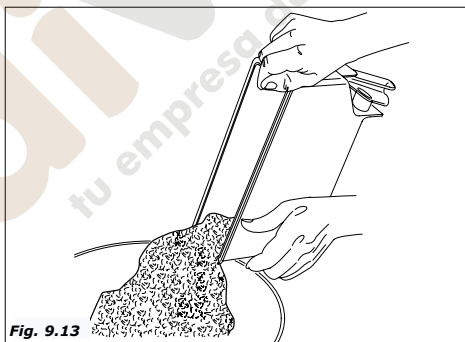

Fig. 9.13
- Vaciar todo el producto de los contenedores (Fig.9.13).